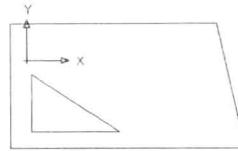

图1-7 定义结果
**步骤(7)** 再次执行【UCS】命令, 以(-2,35)作为新的点, 创建如图1-7所示的用户坐标系。